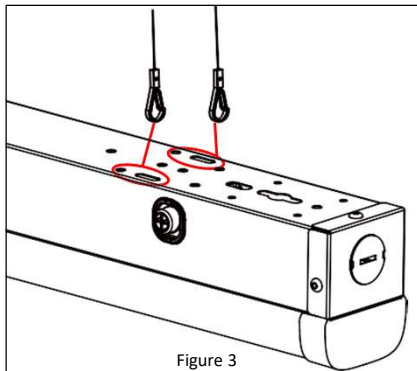

Figure 3
7. Fixez les pinces à l'arrière du luminaire. **Reportez-vous à la Figure 3.**